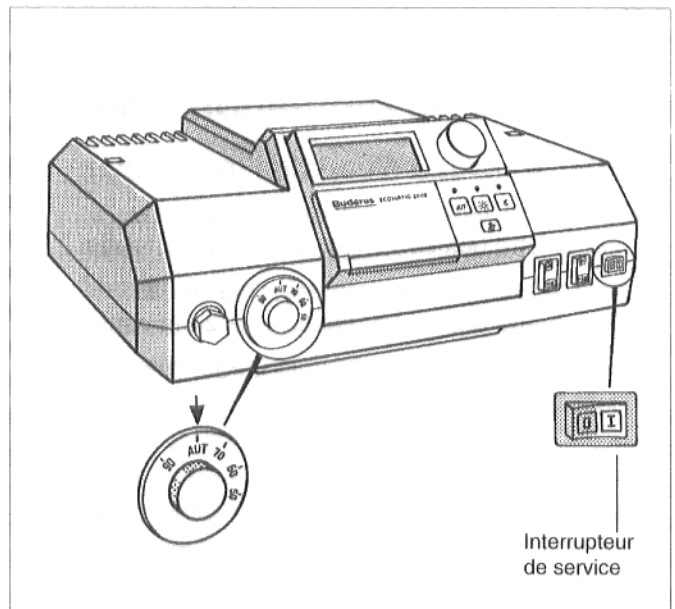

Fig. 1 : mise en service du brûleur à gaz
- Mettre l'interrupteur de service (fig. 1) en position 0.
- Mettre l'interrupteur de service (fig. 1) en position 1.
- Régler l'aquastat chaudière (fig. 1) sur la température souhaitée, sur AUT pour les régulations "Ecomatic".